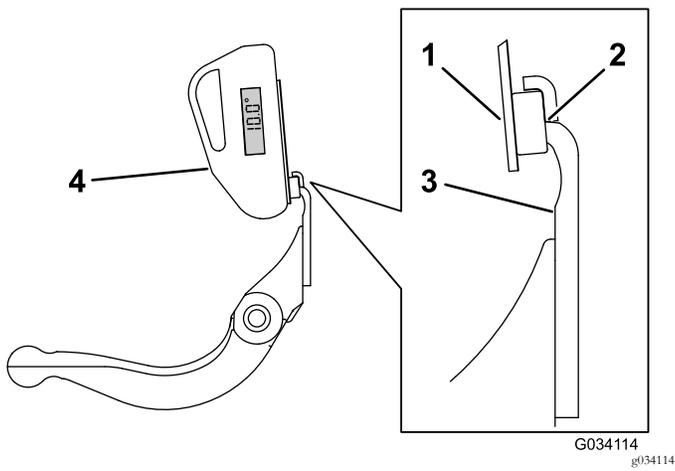

図 29
3. 傾斜計マウントのマグネットのエッジがベッドナイフのエッジに密着するように、ベッドナイフのエッジに傾斜計マウントをセットする 図 29。
4. 図 29 に示すようにマウントに傾斜計を取り付ける。